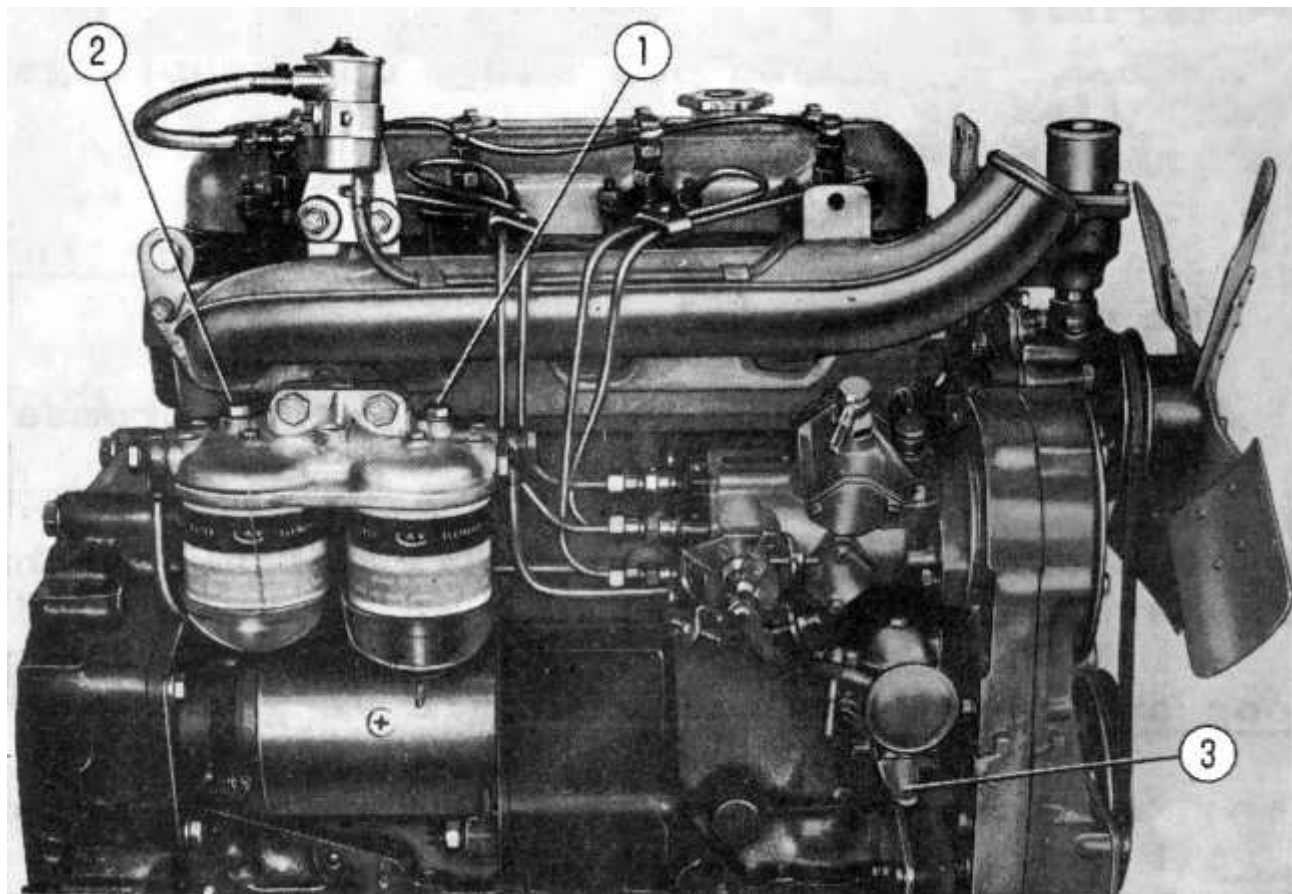

Bild 7. Motor utrustad med BOSCH-insprutningspump.
3. Om traktorn inte använts på länge eller vid första kallstarten, pumpa c:a 20 ggr med handpumpen så att alla rör och filter fylls med bränsle, bild 7.
Traktorer utrustade med BOSCH-insprutningspump: bild 7.